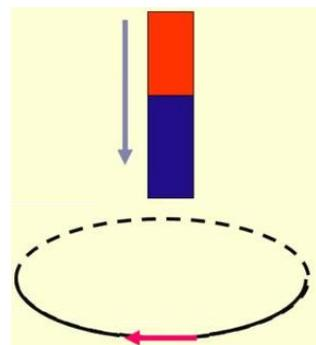

Рис. 1.
2. Если по оси замкнутого проволочного кольца будет падать магнит (рис.1), то в кольце будет возникать индукционный электрический ток. Это явление и положено в основу эксперимента «**Неодимовый магнит в трубе**».